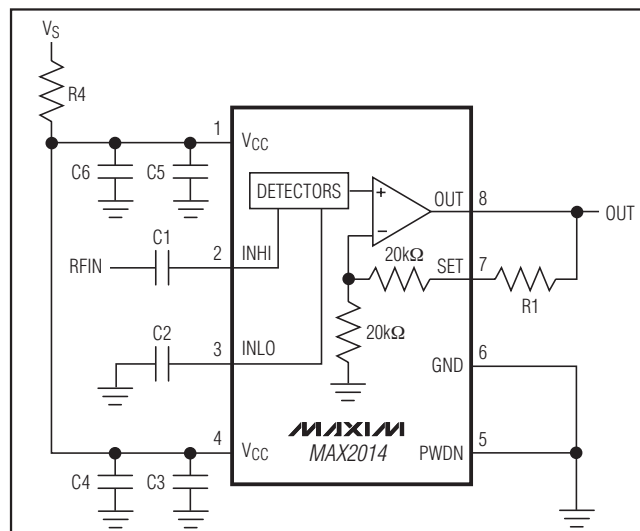

図1. 検出器モード(RSSI)標準動作回路
(MAX2014 Typical Application Circuit (Figure 1), $V_S = V_{CC} = 3.3V$, $P_{IN} = -10dBm$, $f_{IN} = 100MHz$, $R_1 = 0\Omega$, $R_4 = 0\Omega$, $R_L = 10k\Omega$, $V_{PWRN} = 0V$, $T_A = +25^\circ C$, unless otherwise noted.)
(MAX2014 Typical Application Circuit (Figure 1), $V_S = V_{CC} = 3.3V$, $P_{IN} = -10dBm$, $f_{IN} = 100MHz$, $R_1 = 0\Omega$, $R_4 = 0\Omega$, $R_L = 10k\Omega$, $V_{PWDN} = 0V$, $T_A = +25^\circ C$, unless otherwise noted.)
MAX2014の差動RF入力(INHI、INLO)によって、50MHz~1000MHzの広帯域信号を実現します。シングルエンド信号の場合は、INLOをグランドにAC結合してください。各RF入力は内部でバイアスされ、図1および2に示すように680pFのコンデンサでAC結合する必要があります。INHIとINLOの間にある50Ωの内蔵抵抗は、50MHz~1000MHzにおける良好なマッチングを提供します。
2.7V~3.6Vの電源電圧(V_S)の場合は、R4 = 0Ωに設定してください(標準動作回路の図1および2を参照)。
検出器モードでは、MAX2014は、入力パワーに比例して出力電圧を供給するRSSIのように動作します。これは、OUTからSETへのフィードバック経路を形成すると可能になります(R1 = 0Ω、図1参照)。